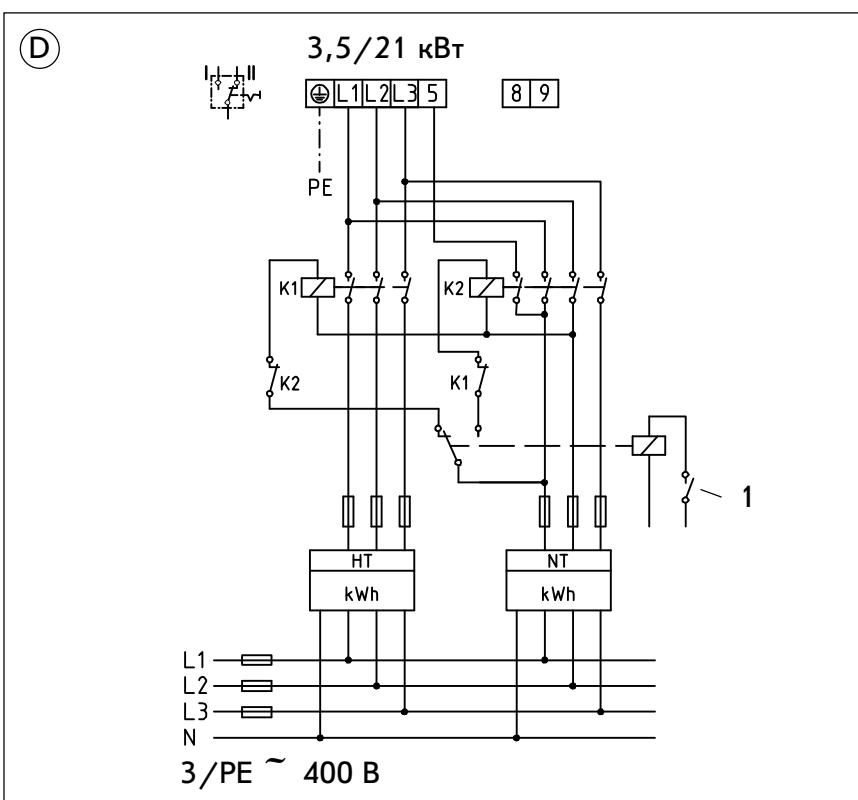

Рис. 14
**(D) Измерение с помощью двух счетчиков, рис.14**